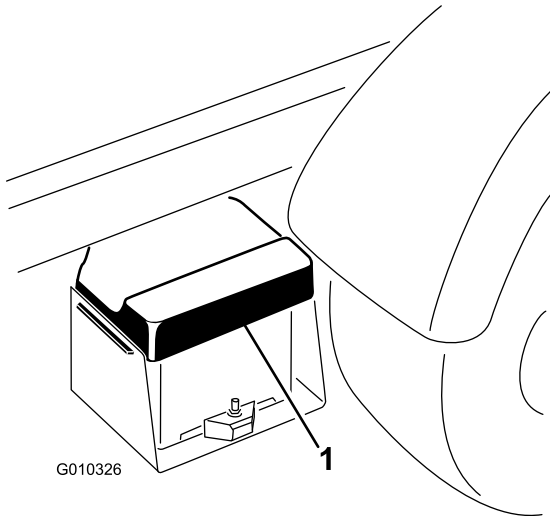

図 61
1. バッテリーカバーをたわめて、タブをバッテリーベースから外し、カバーをバッテリーから取り外す 図 61。